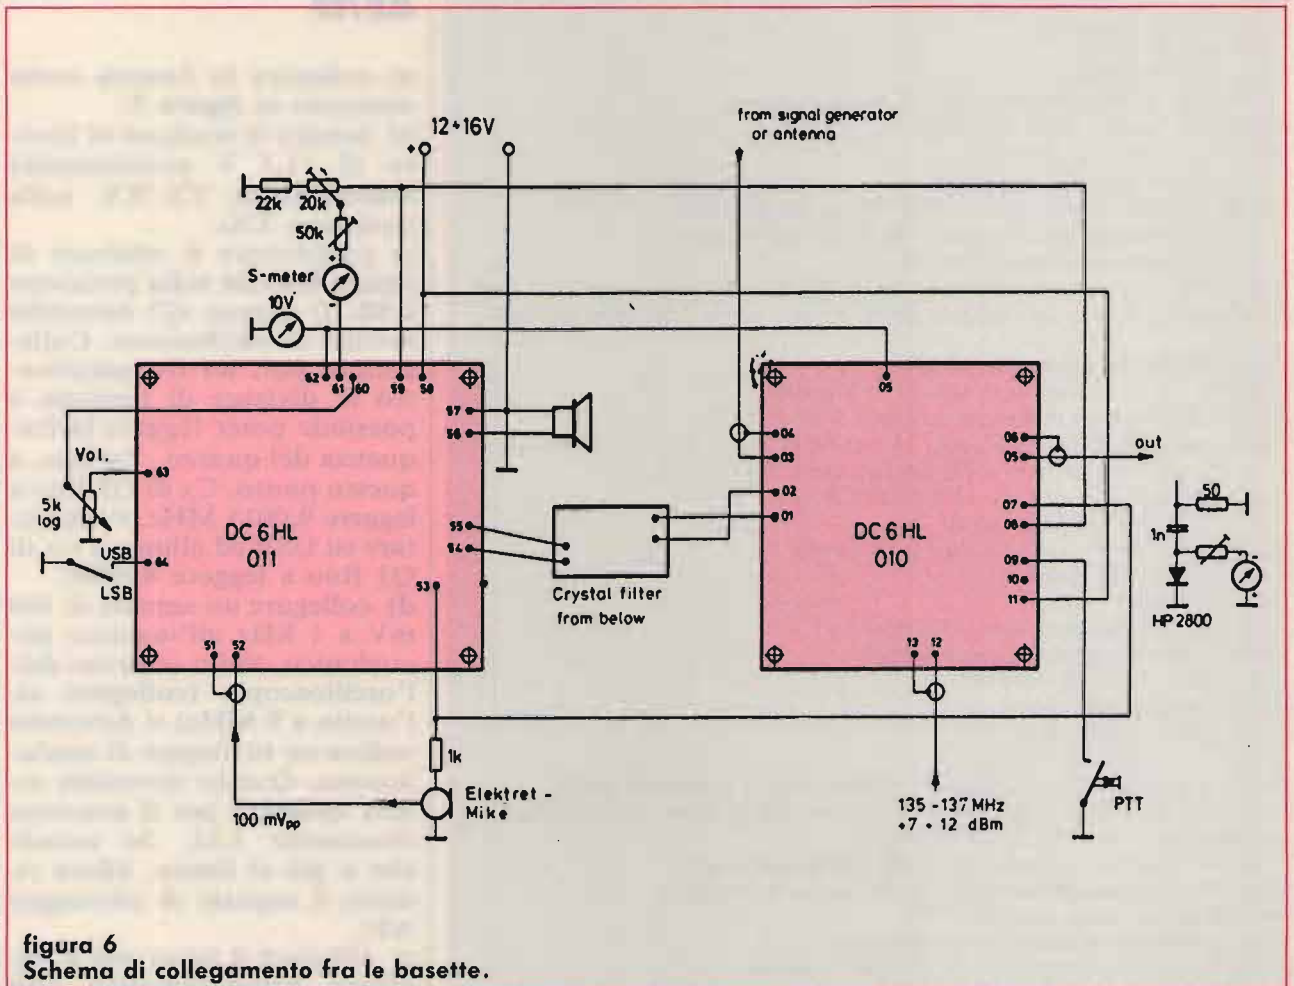

figura 6
a) collegare entrambe le basette come mostrato in **figura 6**;